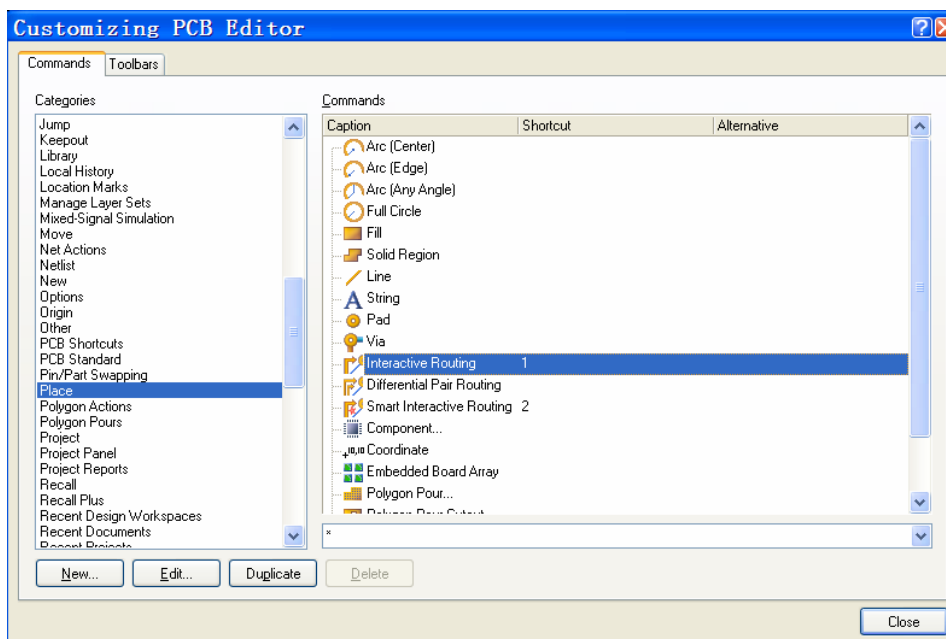

图 5.2
5.1.2 在弹出的窗口中左边选择 Place, 右边选择 Interactive routing, 并双击. 图 5.2